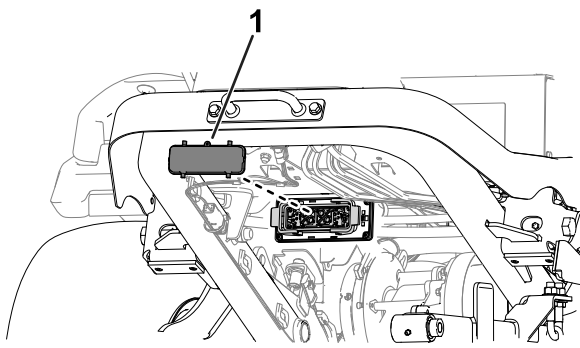

Figura 21
6. Montai un capac pe conectorul unității de tăiere i conectorul mainii.(Figura 21).